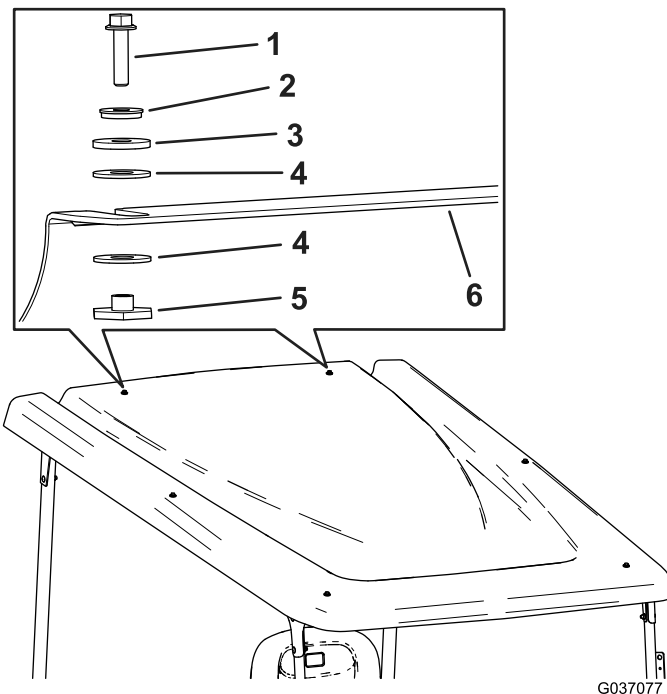

Figura 16
17. Instale el toldo en el enlace transversal trasero con 2 pernos hexagonales con arandela prensada ($\frac{1}{4}$ " x 1"), 2 arandelas sellantes, 2 arandelas de fricción, 4 arandelas de plástico y 2 casquillos con brida (Figura 16).